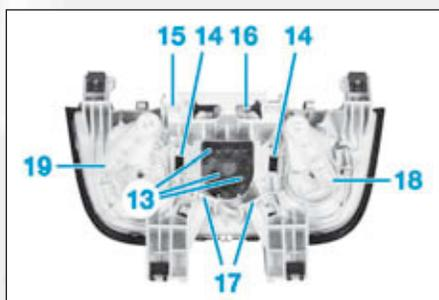

FIG.19
- Débrancher les connecteurs (13) (Fig.19).
- Retirer les lampes du panneau de commande en (14).
- Dégrafer le câble de la commande de recyclage d'air en (15) puis le dégager du levier de commande (16).
- Dégrafer les câbles en (17) puis les dégager des leviers de commande de température en (18) et de commande de distribution d'air en (19).